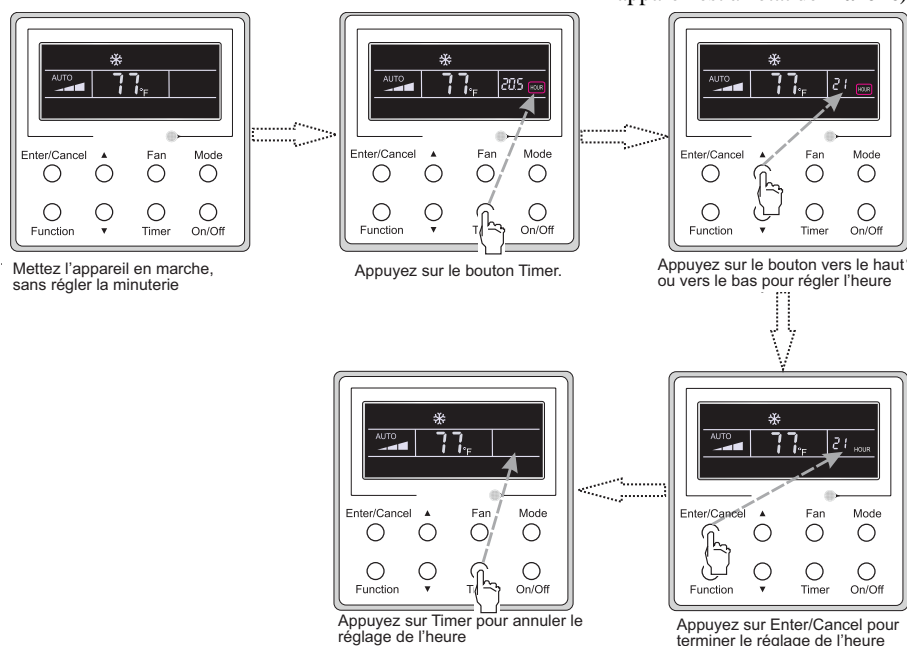

Fig. 11 – Minuterie désactivée alors que l'appareil est à l'état de marche
- Mode **MINUTERIE DÉSACTIVÉE** : Appuyez sur **TIMER**. Si **xx.x hour** n'apparaît pas à l'affichage, le réglage de la minuterie a été annulé (la fig. 11 affiche le réglage **MINUTERIE DÉSACTIVÉE**, alors que l'appareil est à l'état de **marche**).